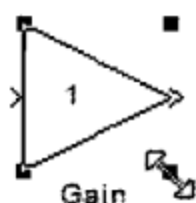

图 2.1.13 调整模块大小
(1) 模块的调整。为了使模型更加美观和符合逻辑,有时需要对模块的大小、方向等作适当的修改。模块大小的调整。选中模块,用鼠标选中模块周围 4 个黑色方块中的任意一个开始拖动,这时会出现一个虚线框表示的新模块大小示意,调整至需要的大小后松开鼠标即可,如图 2.1.13 所示。